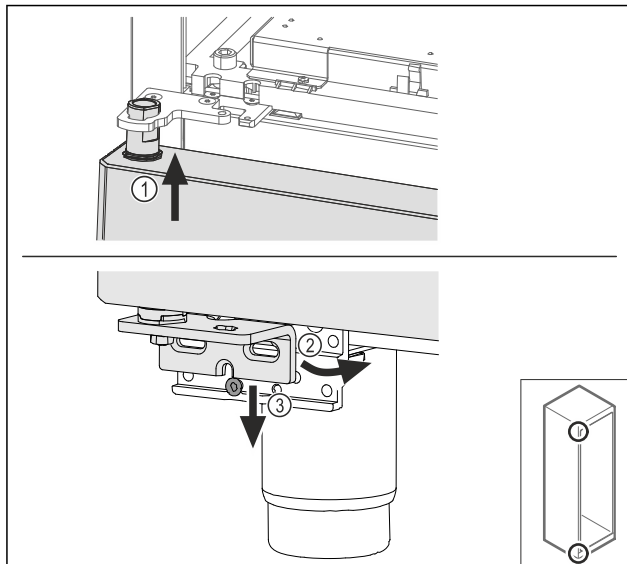

Fig. 64
- ▶ Umetnite vrata lagano nagnuta gore Fig. 64 (1), poravnajte vrata Fig. 64 (2) i dolje ih postavite na vijak podloška ležaja Fig. 64 (3).